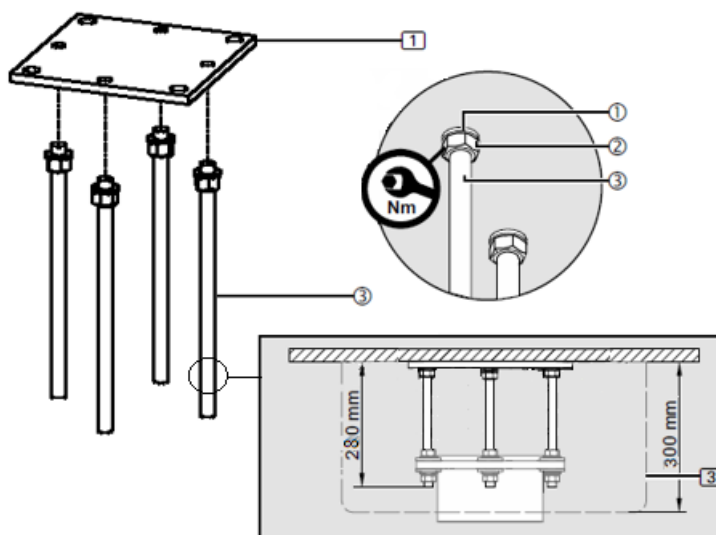

Fig. 5 Montage de la plaque d'interface sans faux plafond
- Pour la garniture de plafond (3), qui a une hauteur de 300 mm, les 6/12 boulons filetés M16 x 350 mm ③ doivent être coupés à 280 mm. Voir Fig. 5.
- Ébavurez légèrement les boulons filetés M16 x 350 mm ③ pour assurer un engagement maximal du filetage dans la plaque d'interface (1).
- Visser 1 écrou hexagonal M16 ② chacun sur les boulons filetés M16 ③, puis monter 1 rondelle élastique ① chacun.